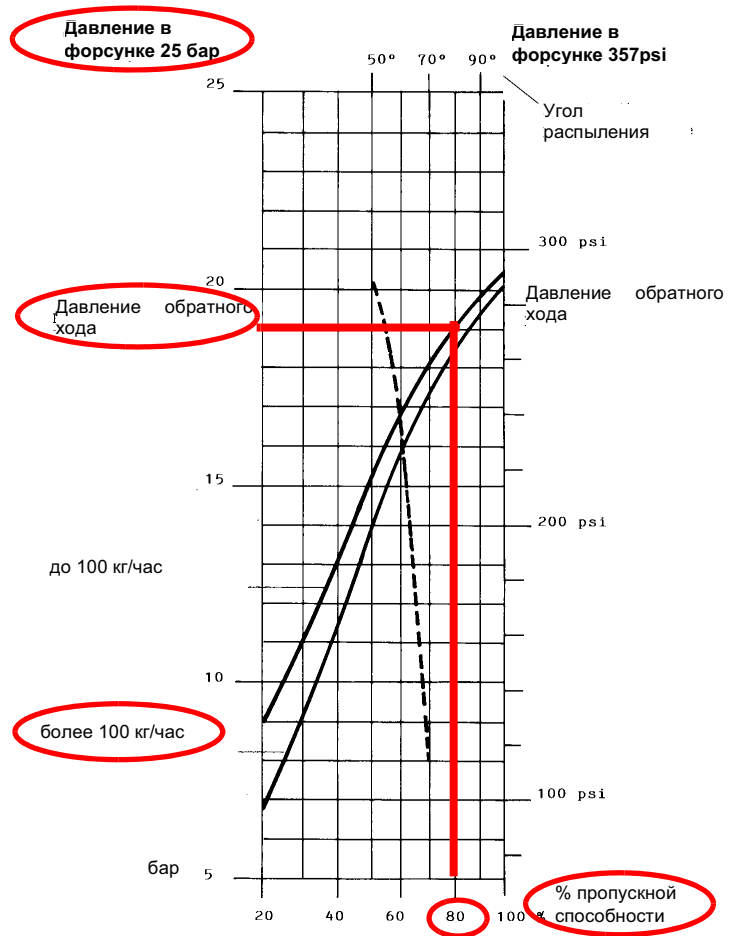
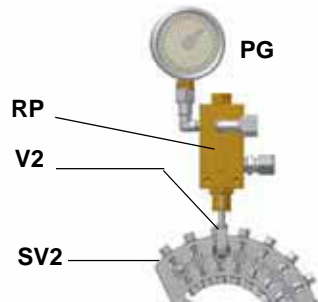
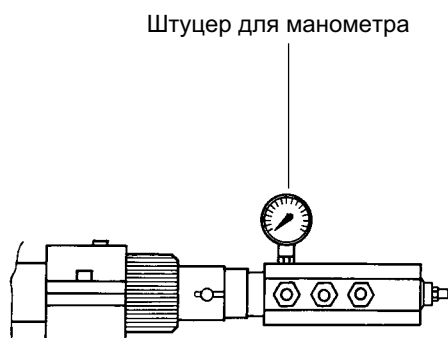

Рис. 32
Рис. 35
Рис. 36
Пример : 80% номинального расхода на форсунке можно получить, если установлены форсунки с расходом более 100 кг/час, при давлении на обратном ходе примерно равном 18 бар (см. график на Рис. 32).
- 9 Давление питания форсунки уже отрегулировано заранее на заводе-изготовителе и не должно изменяться. Только в случае необходимости, отрегулировать давление питания (см. соответствующий параграф) следующим образом: установить манометр в положение, указанное на Рис. 35, воздействовать на регулировочный винт **VR** насоса (см. Рис. 33) до получения на форсунке давления в 25 бар (форсунки Fluidics - см. график на Таб. 4 - Рис. 32);
- 10 для получения максимального расхода мазутного топлива регулировать давление (считывая значения на манометре PG), не изменяя при этом, уже отрегулированный, во время настройки работы на газе, расход воздуха (см. предыдущий параграф): все время проверяя параметры продуктов сгорания, воздействовать на винт варьируемого сектора, соответствующий мазутному топливу **SV2** (см. Рис. 35), но по достижении положения большого пламени.
- 13 Смещать кулачок **V** (малое пламя на мазутном топливе) в сторону минимальной мощности, с тем, чтобы сервопривод начал закрываться, до тех пор, пока два подшипничка не совместятся с регулировочным винтом, относящимся к самой низкой точке: закручивать винт **V2** для увеличения расхода, откручивать - для уменьшения, с целью получения значения давления, как на графике на Рис. 32, на основании требуемого расхода.
Давление питания форсунки уже отрегулировано заранее на заводе-изготовителе и не должно изменяться. Только в случае необходимости, отрегулировать давление питания (см. соответствующий параграф) следующим образом: установить манометр в положение, указанное на Рис. 36, воздействовать на регулировочный винт **VR** насоса (см. Рис. 33) до получения на форсунке давления в 25 бар (форсунки Fluidics - см. график на Рис. 32);